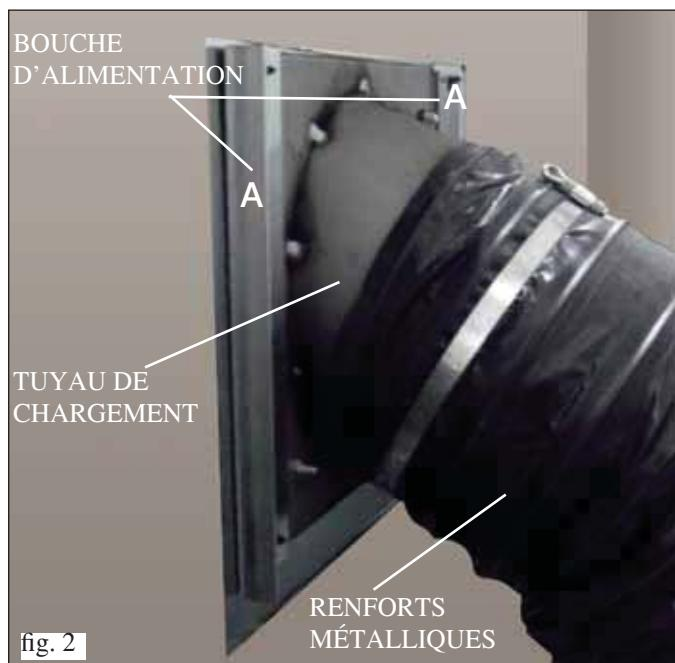

fig. 2
• Fixer la bouche d'alimentation à la contre-hotte au moyen des vis autotaraudeuses fournies, en utilisant les trous présents sur le châssis de celle-ci ; renforcer le Placoplatre en appliquant des profils métalliques sur l'arrière (**A** fig. 2).
INSTALLATION DU TUYAU DE CHARGEMENT (fig.2 et 3).
• Fixer le tuyau flexible au raccord présent sur la bouche d'alimentation au moyen des colliers fournis (fig. 2).